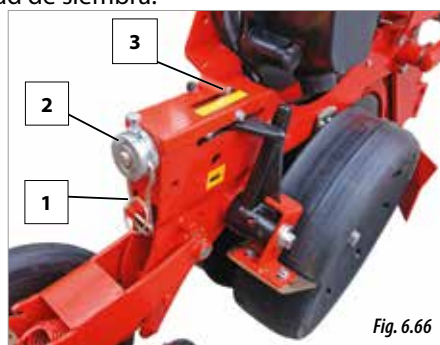

Fig. 6.66
- 1- sacar el pasador (1, Fig. 6.66), para liberar la manivela (2, Fig. 6.66).
- 2- Girar la manivela, hasta situar la profundidad de siembra deseada, para ello ayúdense del indicador de profundidad (3, Fig. 6.66).
- 3- Una vez establecida la profundidad bajar la manivela (2, Fig. 6.66), y colocar el pasador (1, Fig. 6.66) para fijar la profundidad de siembra.